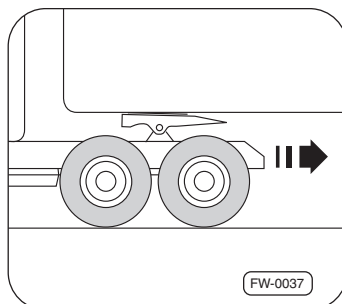

Fig. 13 · Verrouiller le tracteur avec la semi-remorque
8. Reculer **lentement** le tracteur jusqu'à ce que la sellette d'attelage se verrouille. Le verrouillage se ferme automatiquement ⇒ Fig. 13.